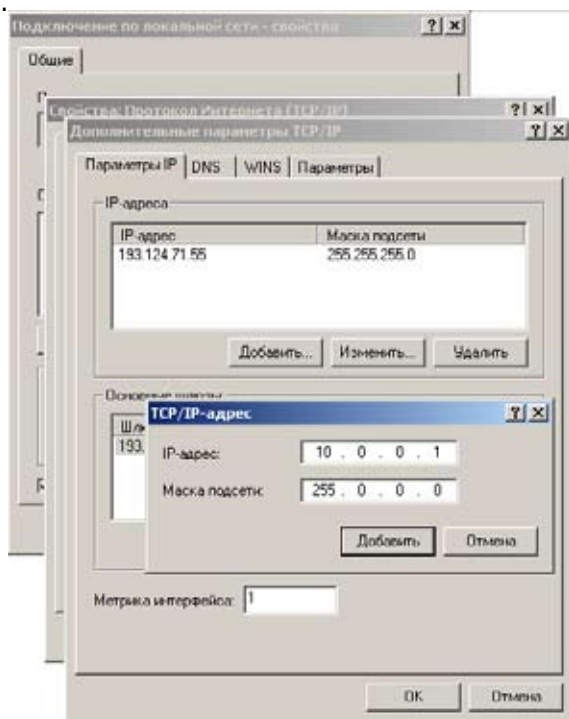

Рис. 4. Добавление нового IP-адреса
1. Добавьте (см. Рис. 4) новый IP-адрес на сетевой интерфейс Вашего персонального компьютера с установленным ПО PERCo-S-20. Или измените существующие IP-адрес (например, 10.0.0.1) и маску сети на те, которые указаны в паспорте на контроллер. Сделайте это соответствующим для операционной системы образом.